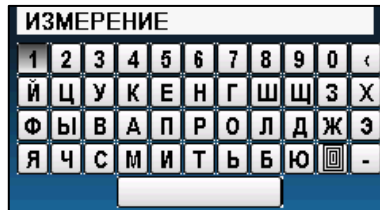

Рисунок 2.18 – Ввод имени измерения
7. Для сохранения проведенного измерения необходимо нажать клавишу «». После чего можно ввести имя измерения с помощью виртуальной клавиатуры (рис. 2.18).